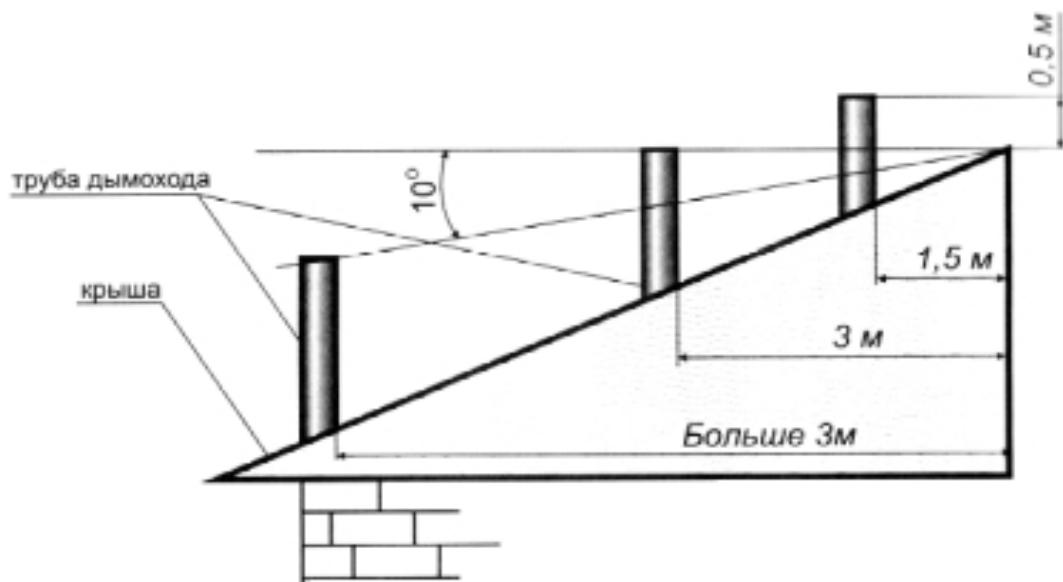

Рис.7-2
7.11. Дымоход рис.7-2 должен быть выведен выше зоны ветрового подпора. Высота дымохода над крышей дома устанавливается в зависимости от расстояния его от конька по горизонтали и должна быть: